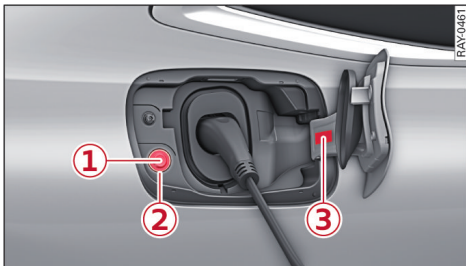

图 65 汽车右后侧：由汽车充电接口、按钮和 LED 组成的充电单元
- ▶ 在给汽车解锁后点按按钮 ① ⇨ 92 页，图 65。
在充电单元上有一个 LED 显示当前的充电状态 ② ⇨ 92 页，图 65。在充电单元上的标贴 ③ 上标有关于不同显示的信息。